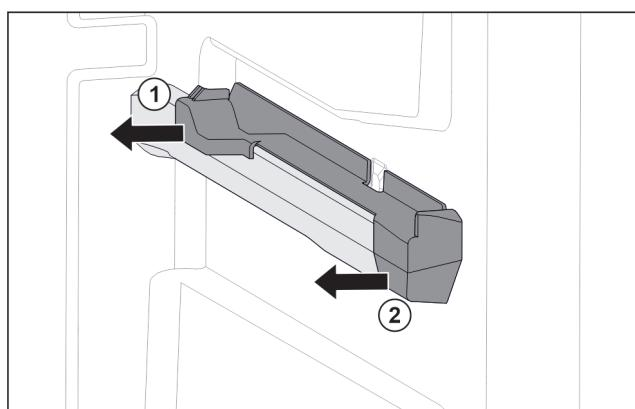

Fig. 58 Вставна частина на правому ребрі для резервуару
- Відсунути вставну частину назад вбік. Fig. 58 (1)
- Відсунути вставну частину вперед вбік. Fig. 58 (2)